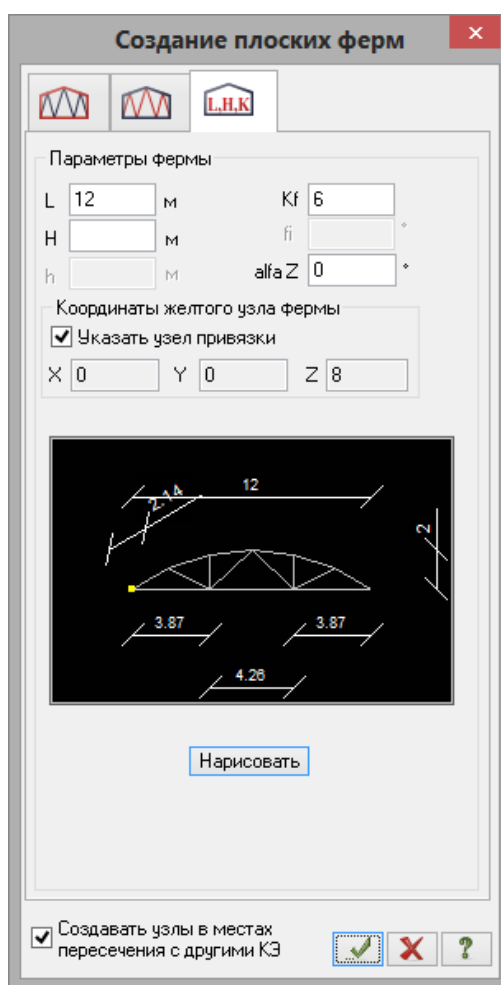

Рис.3.5. Диалоговое окно **Создание плоских ферм**
- После этого задайте параметры фермы (рис.3.5):